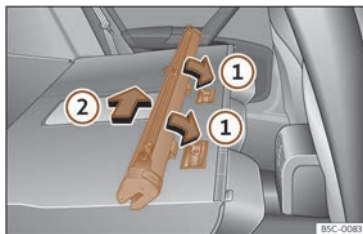

Fig. 134 Muntar la xarxa de separació en els respallers del seient posterior.
- Poseu la carcassa de la xarxa en els rebaixos dels carrils de subjecció en el sentit de les fletxes»» **fig. 134 ①**.
- Empenyeu la carcassa cap al costat esquerre del vehicle en el sentit de la fletxa »» **fig. 134 ②** i fins al límit.
- Estireu la carcassa de la xarxa aproximadament 5 cm en el sentit contrari de la fletxa »» **fig. 134 ②**.
- Traieu la carcassa dels carrils de subjecció tibant en el sentit contrari al de les fletxes »» **fig. 134 ①**.